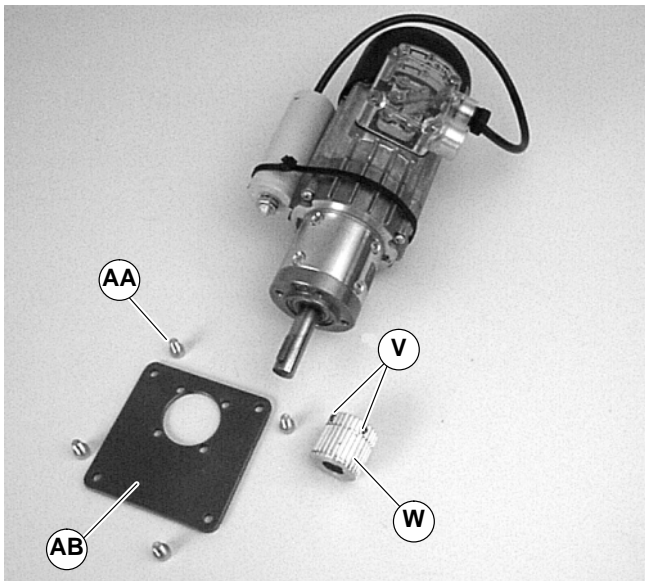

Abbildung 18
4. Zwei (2) Stellschrauben lösen (V siehe Abbildung 18). Die Antriebszahnscheibe ausbauen (W).